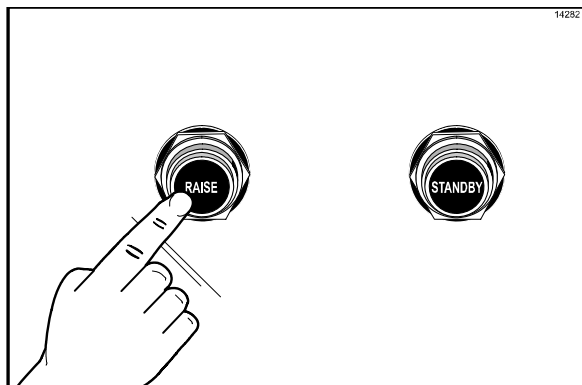

Figura 79
1. Levante o platen para a posição ABERTA pressionando o botão vermelho "RAISE" (LEVANTAR). (Veja a Figura 79.)